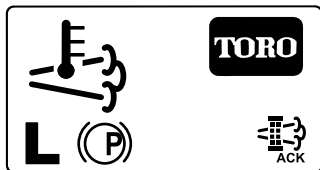

Bild 84
8. Im InfoCenter wird der Willkommenbildschirm angezeigt; das Symbol für die Bestätigung der Regenerierung (Bild 84) wird unten rechts auf dem Bildschirm angezeigt, wenn die Regenerierung ausgeführt wird.